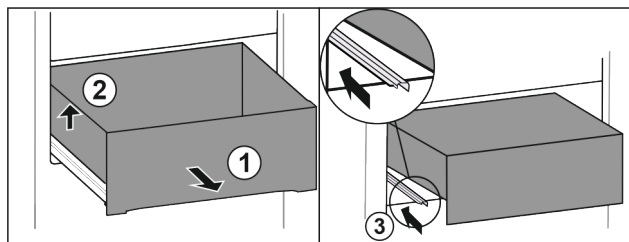

Fig. 74
- ▶ Estrarre il cassetto fino all'arresto. Fig. 74 (1)
- ▶ Sollevare il cassetto a sinistra. Fig. 74 (2)
- ▶ Inserire la guida sinistra. Fig. 74 (3)